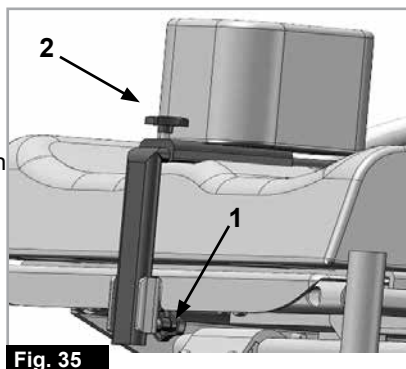

Fig. 35
Door de schroef (1) los te draaien, kan het abductiekussen in hoogte worden aangepast. Door de schroeven (2) los te draaien, kan de diepte van het kussen worden aangepast of het abductiekussen worden verwijderd (Fig. 35).